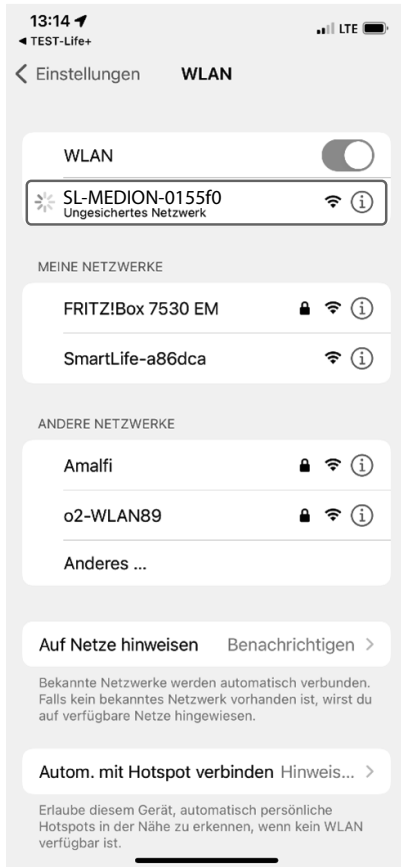

Abb. 9
- ▶ Wählen Sie nun an Ihrem Smartphone/Tablet unter „Verfügbare Netzwerke“ das Netzwerk des Saugroboters **SL-MEDION-XXX** aus (s. Abb. 9).